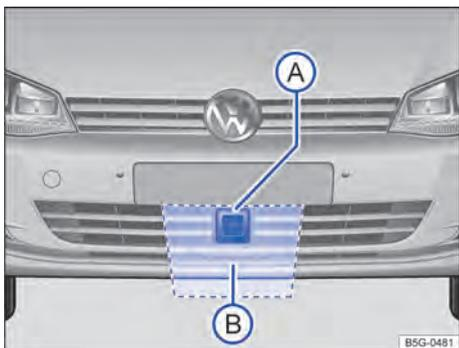

Fig. 156 Na grade do radiador, atrás do logotipo da Volkswagen: sensor do radar (A) e área que deve ser mantida livre em volta do sensor do radar (B).
Para registrar a situação do trânsito, está instalado, no para-choque dianteiro, um sensor do radar ⇒ Fig. 156 (A). Assim, os veículos à frente podem ser reconhecidos a uma distância de até aproximadamente 120 m.
A área frontal e ao redor do sensor do radar ⇒ Fig. 156 (B) não deve ser coberta por adesivos, faróis extras, moldura decorativa das placas de licença ou semelhantes, porque isso pode comprometer a função do ACC.